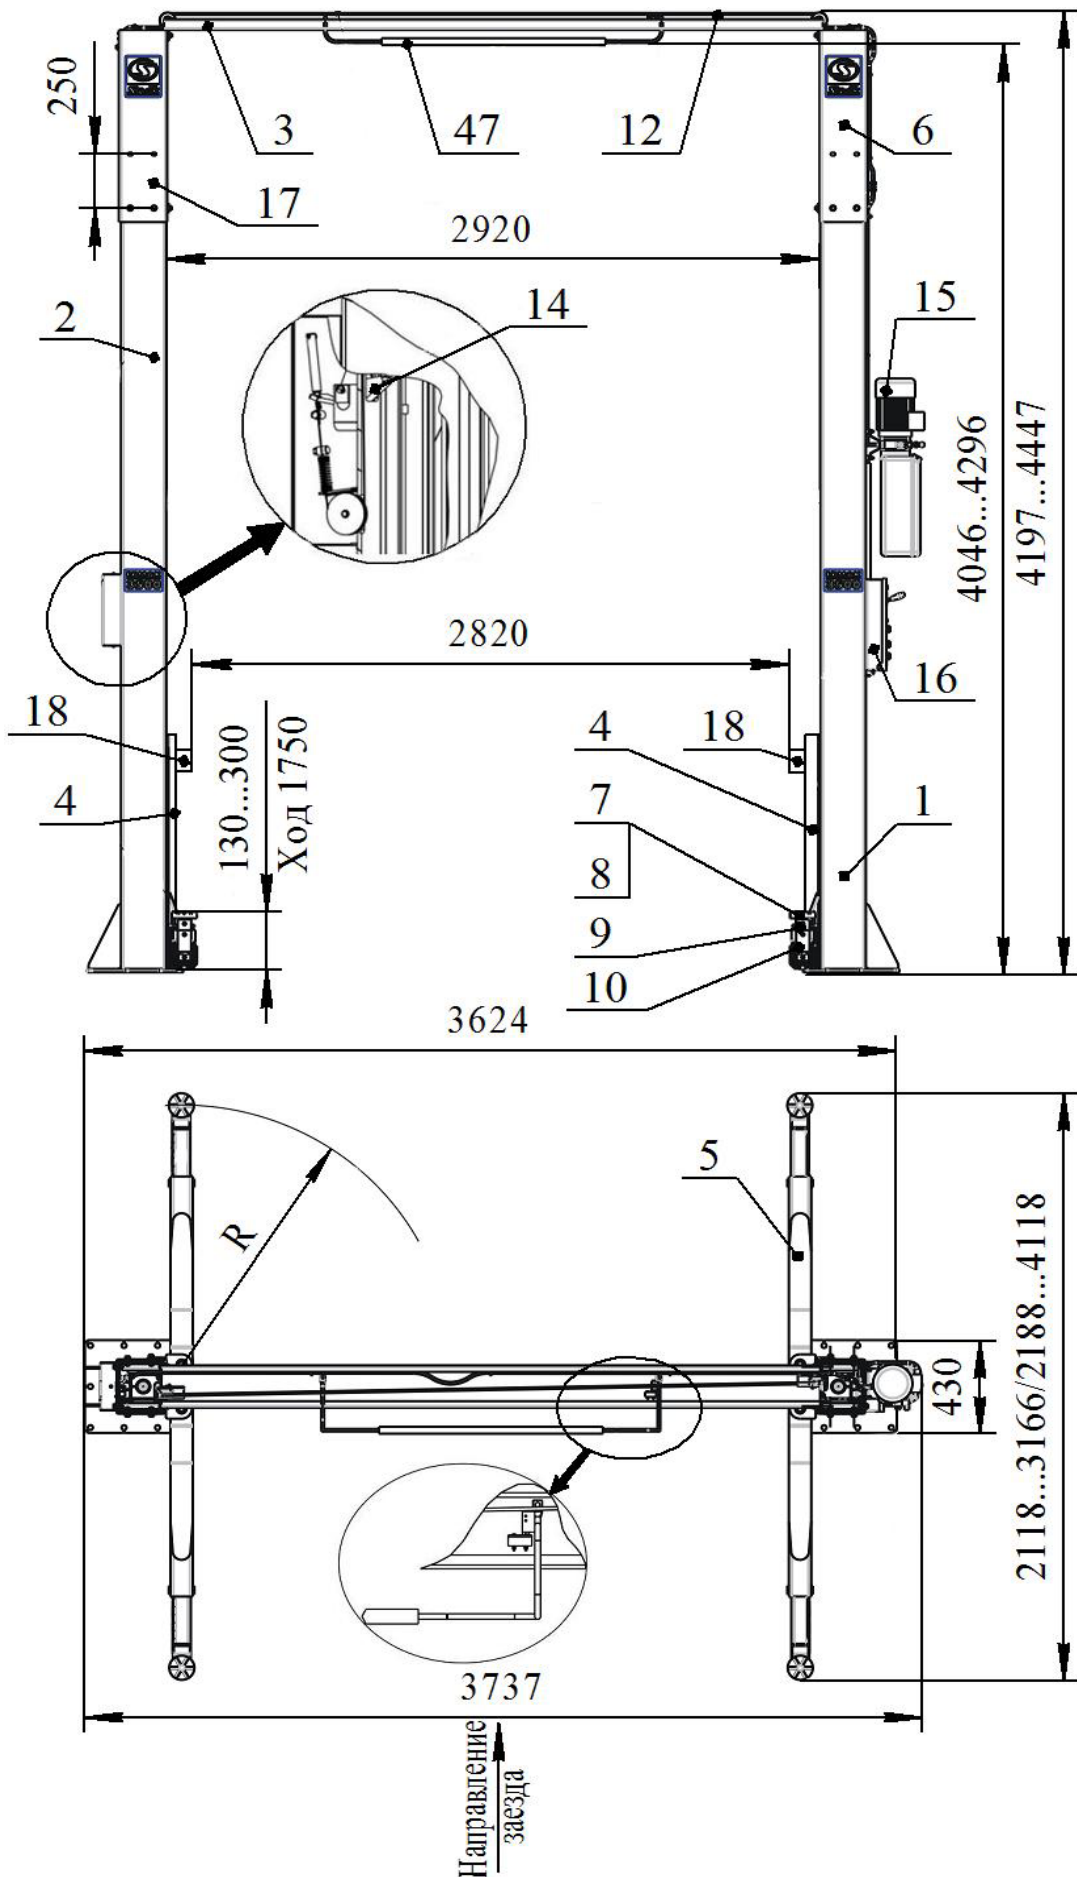
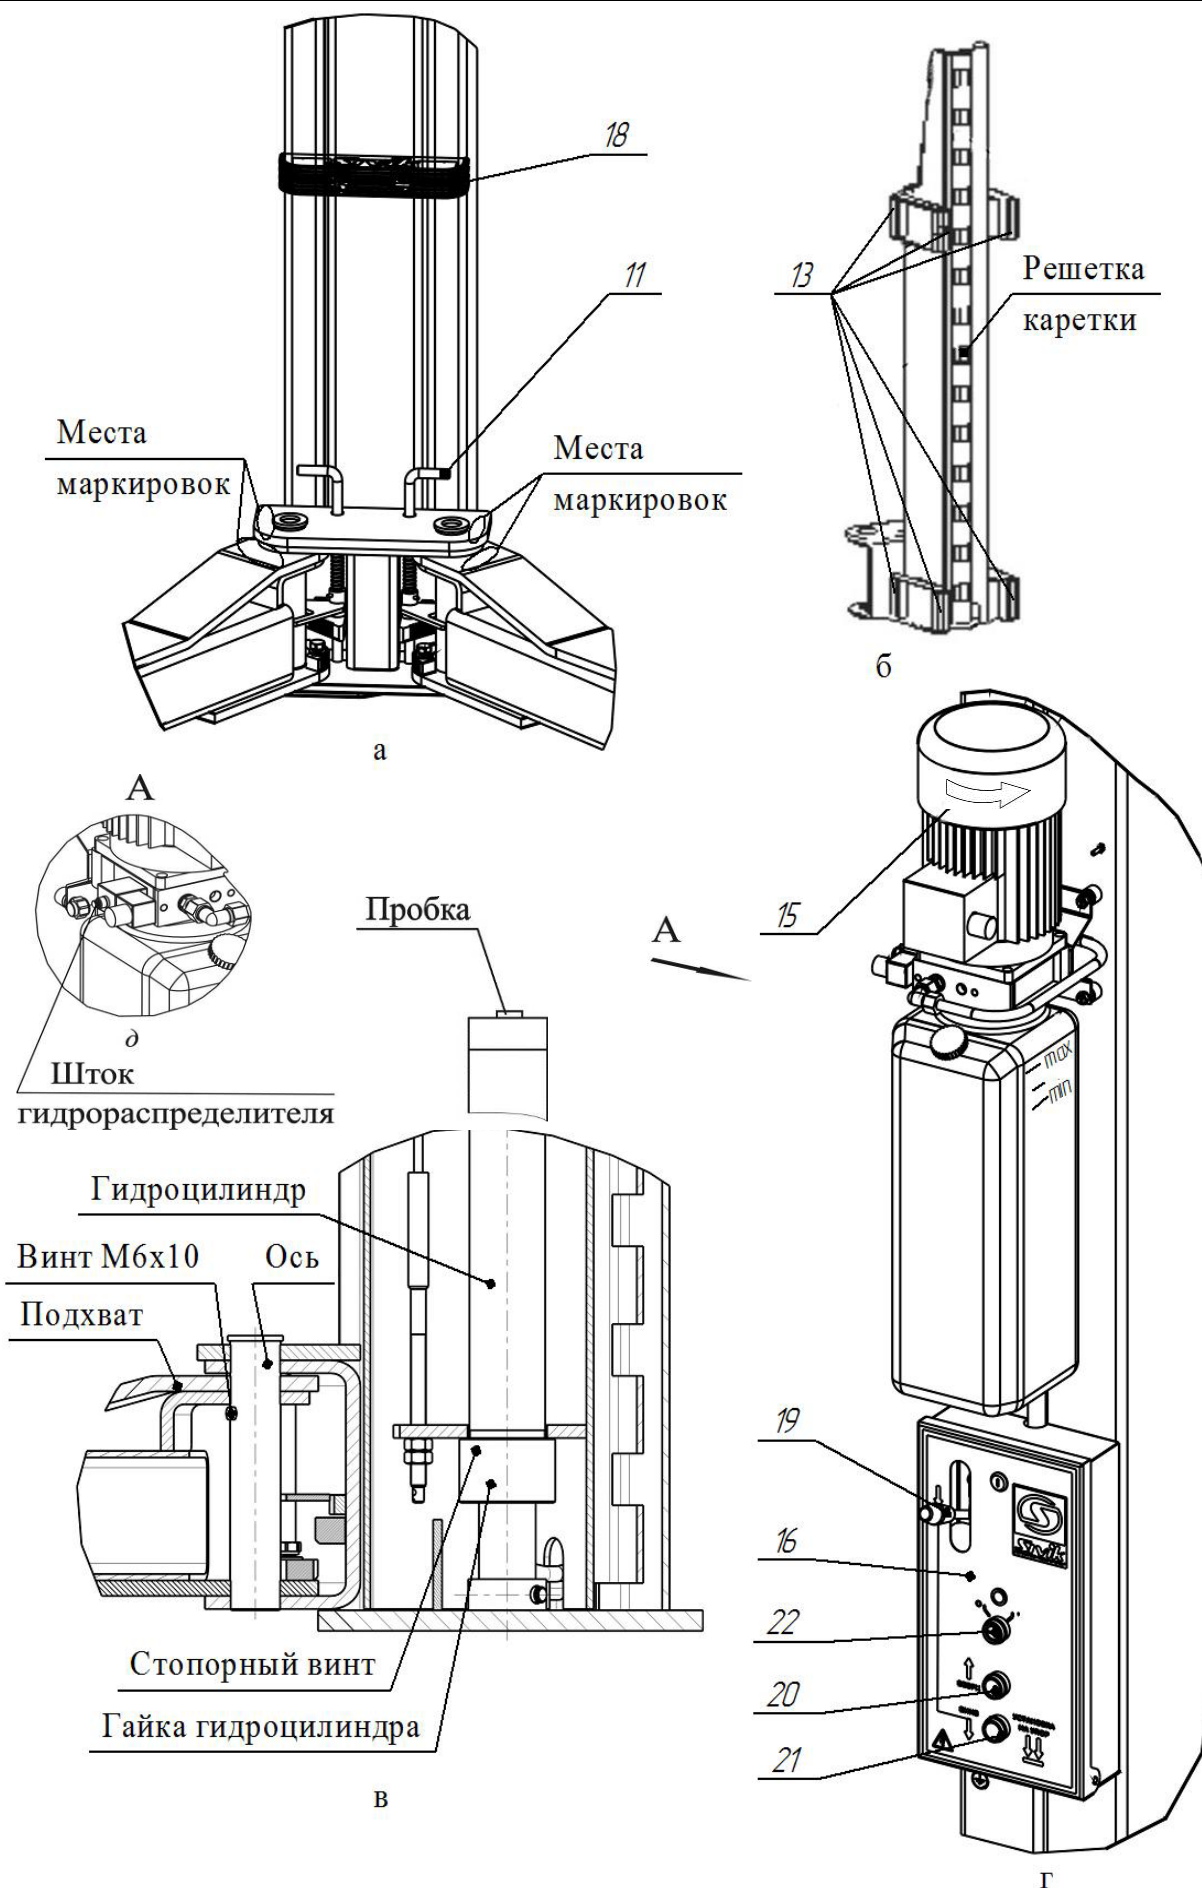

Рисунок 3.1 - Общий вид подъемника
Рисунок 4.1 – Виды подъемника
Подъемник (рисунок 3.1) состоит из двух стоек коробчатого сечения – правой 1 и левой 2, двух надставок 6 и 17 соединенных между собой поверху перекладиной 3. Подъемник имеет возможность регулировки по высоте от 4197 мм до 4447 мм. Это достигается креплением надставок 6 и 17 на первый или второй ряд крепежных отверстий. В стойках размещены каретки 4 с закрепленными на них поворотными телескопическими подхватами 5 равной длины. На концах подхватов 5 установлены опоры 7, втулки резьбовые 8, втулки 9, 10, фиксируемые болтом М8х16. Подхваты фиксируются стопорными устройствами 11 (рисунок 4.1а), автоматически срабатывающими при подъеме автомобиля. При опускании кареток 4 в крайнее нижнее положение происходит автоматическое расстопорение подхватов 5. Каретки 4 приводятся в движение гидравлическими цилиндрами, установленными внутри стоек. Подъемник снабжен системой 12 тросовой синхронизации движения кареток 4.
Каждая каретка 4 (рисунок 4.1б) снабжена полиамидными ползунами 13, скользящими по беговым дорожкам стоек 1 и 2. Каретки фиксируются на требуемой высоте стопорами-защелками 14 (рисунок 3.1), закрепленными на стойках 1,2 и входящими в зацепление с решетками на каретках 4.
На правой стойке (рисунок 4.1г) размещена насосная станция 15 с пультом управления 16. Внутри насосной станции 15 находится клапан предохранительный, предотвращающий перегрузку в гидросистеме. Клапан предохранительный настроен на заданное давление и опломбирован.
- касании автомобилем ограничительной дуги 47 перекладины 3 (рисунок 3.1);
Для предотвращения повреждения дверей автомобиля (при открывании) на каретки 4 установлены накладки 18, фиксируемые винтами М8х30, шайбами 8Г и шайбами 8 (рисунок 3.1 и рисунок 4.1а).
Управление подъемником осуществляется рычагом 19 (рисунок 4.1г) и двумя кнопками 20 и 21, установленными в пульте управления 16. Рычагом 19 осуществляется расстопорение кареток 4, а кнопками 20 и 21, подъем (кнопка 20) и опускание (кнопка 21) кареток 4.
ВНИМАНИЕ! Перед сборкой проверить затяжку гаек гидроцилиндров и стопорных винтов (рисунок 4.1в).
Для того чтобы проверить срабатывание упругой тяги 31, необходимо одному человеку прижать рукой защелку 14 к стойке 2, а другому повернуть рычаг 19 (рисунок 4.1г) вниз. Упругая тяга 31 должна вытянуться на полный ход штока 30.
При повороте рычага 19 вниз (рисунок 4.1г), защелка на левой стойке должна отвестись, так же как отвелась защелка на правой стойке. При повороте рычага 19 вверх (рычаг 19 должен удерживаться в верхнем положении пружиной), защелки на левой и правой стойке должны вернуться в исходное положение. Регулировка проводится выборкой слабины тросика 23 и обжатием петли зажимом 29.
6.9 Открутить пробку бака насосной станции 15 и залить масло (около 12 л) до верхней метки «МАХ» (рисунок 4.1г). Уровень масла контролировать визуально. Установить пробку бака на место.
- кратковременным нажатием на кнопку 20 (двигатель должен работать, вращение крыльчатки по стрелке на кожухе эл. двигателя, а из бака должно убывать масло, рисунок 4.1г).
- отвернуть пробки у каждого гидроцилиндра на один оборот (рисунок 4.1в)
6.13 Подхваты 5 установить согласно маркировки как представлена на рисунке 4.1а и зафиксировать осями к кареткам 4 стоек (рисунок 4.1в). Оси фиксировать винтами М6х10. Допускается разновысотность подхватов до 10 мм. Убедитесь, что подхваты фиксируются стопорными устройствами 11.